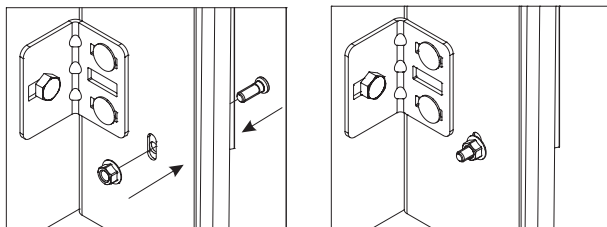

Рис. 12
- 9)** установить пресс-болты, заводя их изнутри опорной стойки (рис. 12). Установить и затянуть гайки ключом.